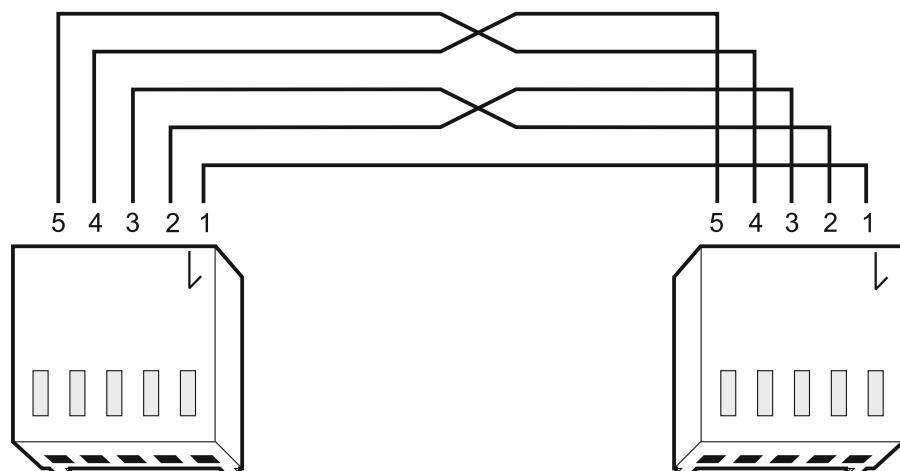

Рис. 4. Схема кабеля для подключения портов RS-232 модуля INT-GSM LTE и прибора INTEGRA с разъемом PIN5.
- INTEGRA с разъемом PIN5: **PIN5/PIN5** (рис. 4),